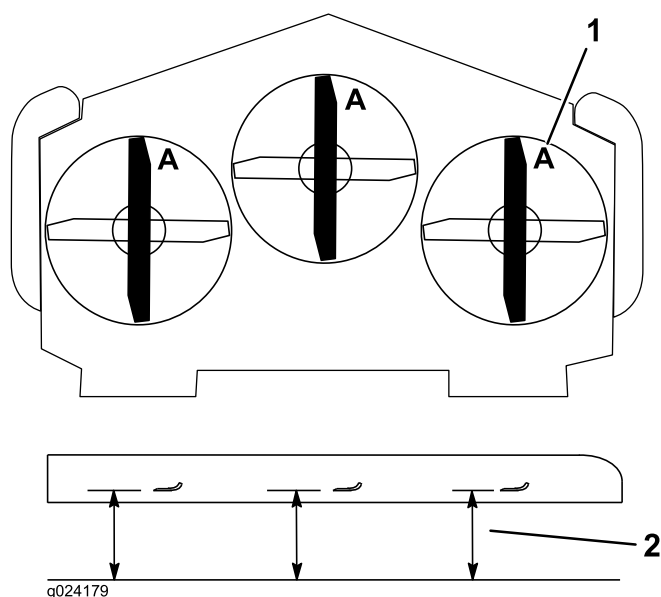

Figure 96
3. Tournez les lames dans le sens longitudinal (Figure 96). Mesurez la distance entre la surface plane et le
tranchant (position **A**) des lames (Figure 96). Notez cette valeur.